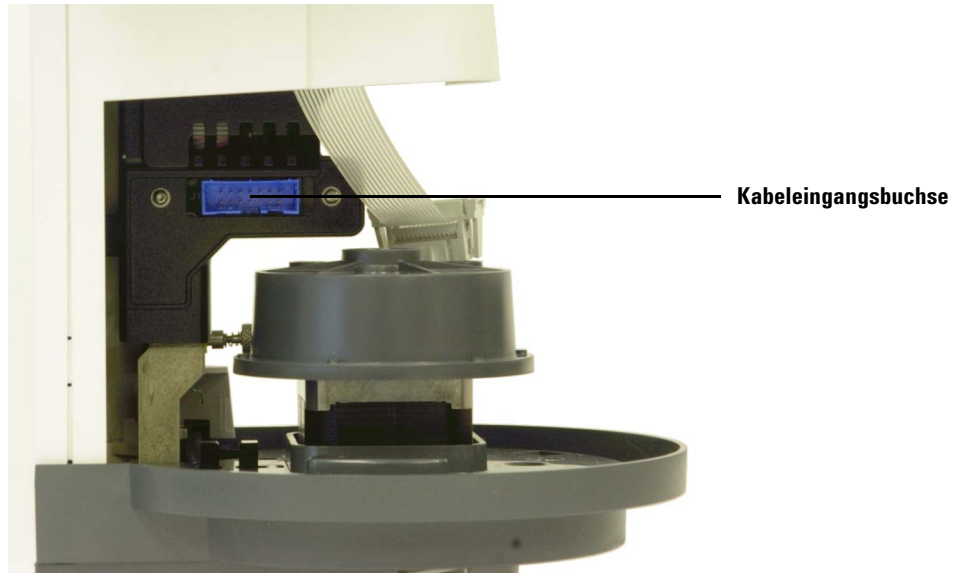

Abb. 63 Zugreifen auf die Kabeingangsbuchse
- 10** Schieben Sie die Spritzenträgerbaugruppe vollständig nach unten, bis die Kabeingangsbuchse auf der Baugruppe unter dem Turmgehäuse zugänglich ist (Abb. 63).